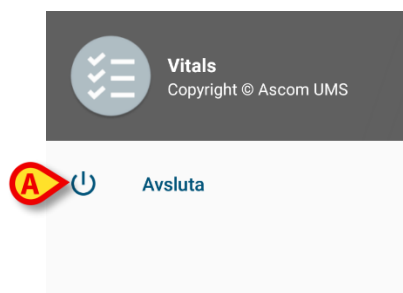

Fig. 46
Menyn i Fig. 45 **A** öppnar alternativet Avsluta (Fig. 46).
- Tryck på alternativet **Avsluta** (Fig. 46 **A**) för att avsluta programmet Vitala tecken.